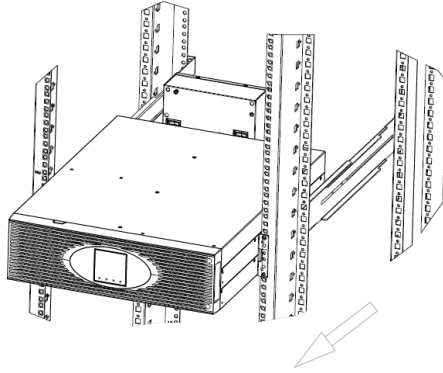

Figura 36: Smontaggio del sistema XANTO S 6000, 3/3
3. Allentare la staffa di montaggio 19" dell'UPS sul lato anteriore del rack ed estrarre l'UPS dal rack (vedi Figura 36).